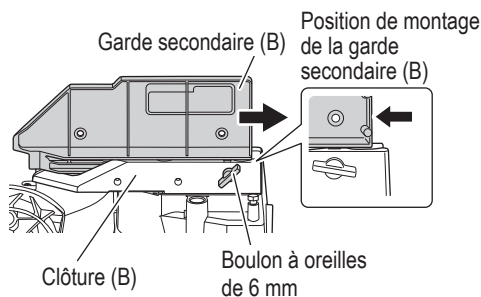

Fig. 12
Lors d'une coupe d'angle en biseau gauche, desserrer la vis papillon de 6 mm, puis faites glisser la garde secondaire (B) vers l'extérieur, comme le montre la Fig. 12. Le non-respect de cette consigne pourrait entraîner le corps principal ou la lame de la scie d'entrer en contact avec la garde secondaire (B) et causer des dommages.
Dans le cas d'une coupe à angle direct et d'une coupe en biseau à droite, faire glisser vers l'intérieur jusqu'à la position où la garde secondaire (B) touche et la fixer avec une vis papillon de 6 mm. (Comme illustré sur la Fig. 12)
Lors du changement de l'angle de biseau à 45° à gauche, desserrer la vis papillon de 6 mm illustrée sur la Fig. 12 puis faire glisser la garde secondaire (B) vers l'extérieur et incliner la tête du moteur vers la gauche.